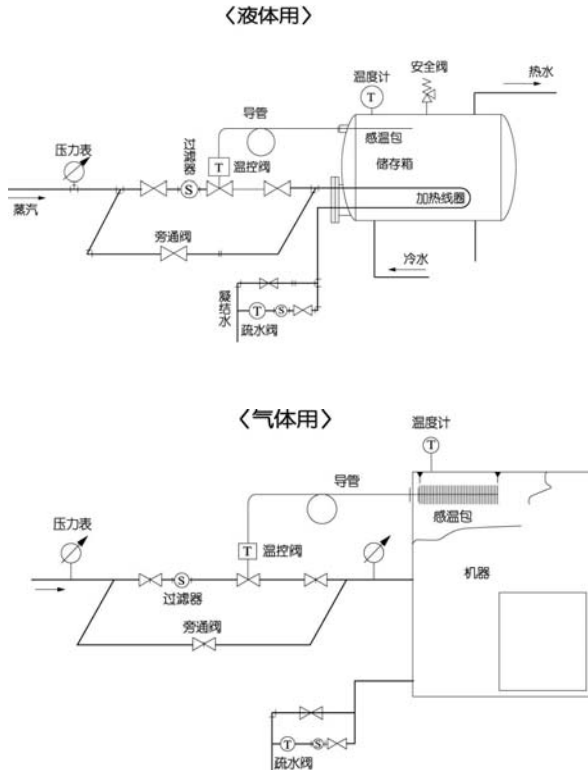

图1. 配管安装举例
- 3) 必须保证在主阀前有一压力表、过滤器(60目以上)，并且要设旁通，旁通阀必须关闭严密。(见图1)